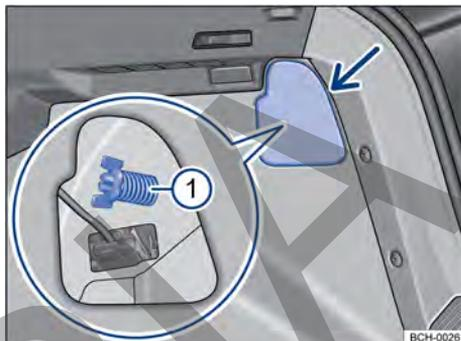
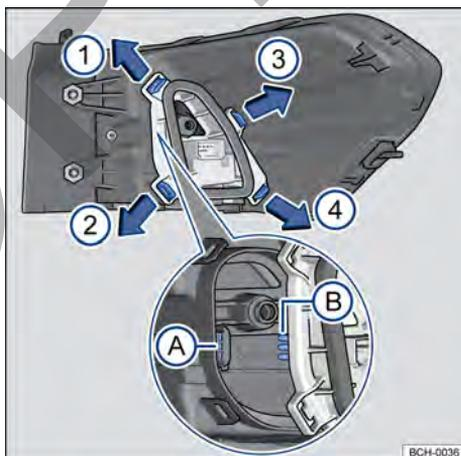

Fig. 164 En el maletero: desmontar la cubierta y retirar el tornillo mariposa ① (fragmento ampliado).
Fig. 165 Linterna trasera: desmontar el portalámparas.
- Para abir la cubierta de la luz, girar la traba → fig. 164 (flecha).
- 5 Aflojar el tornillo mariposa ① (fragmento ampliado) y retirarlo, sosteniendo, al mismo tiempo, la linterna trasera.
- 6 Tirar con cuidado de la linterna trasera hacia afuera, para desengancharla de la carrocería → ①.
- 9 Para desbloquear el soporte de las lámparas, presionar cada lengüeta de bloqueo → fig. 165 en el sentido de las flechas.
- 15 Instalar el soporte de las lámparas en el grupo óptico trasero, prestando atención al ajuste de las láminas de contacto en la carcasa → fig. 165 A y B. Las lengüetas de traba deben encajar de forma audible en la secuencia → fig. 165 ①, ②, ③ y ④.
- 18 Sostener la luz trasera en la posición de montaje con una de las manos y atornillar con la otra el tornillo mariposa → fig. 164 ①.